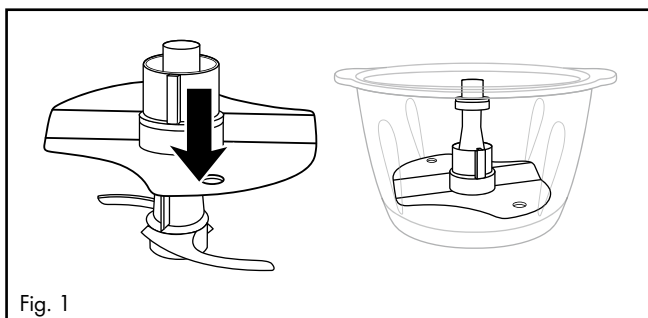

Fig. 1
- 1) Posez le bol ⑨ sur l'anneau antidérapant ⑪.
- 2) Poussez le disque émulsionneur ⑫ sur le porte-lame ⑦ :
- Pour fouetter 200 - 400 ml de crème, montez le disque émulsionneur ⑫ sur le porte-lame ⑦ de sorte que le disque émulsionneur ⑫ repose sur les deux parties de la lame ⑧ et s'encrante (fig. 1) :